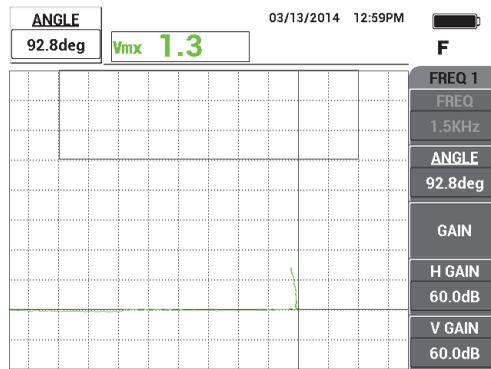

Рис. 5-94 Настройка угла отрыва до горизонтального положения
8. Нажмите клавишу ANGLE () , настройте угол отрыва до горизонтального положения (см. Рис. 5-94 на стр. 206).